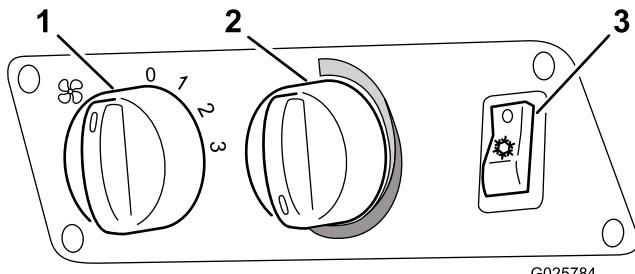

Figura 5
2. Ligue o interruptor da ventoinha (Figura 5).
3. Ligue o interruptor do ar condicionado (Figura 5).
4. Regule o controlador da temperatura (Figura 5) para o máximo de COLD (direção contrária à dos ponteiros do relógio).